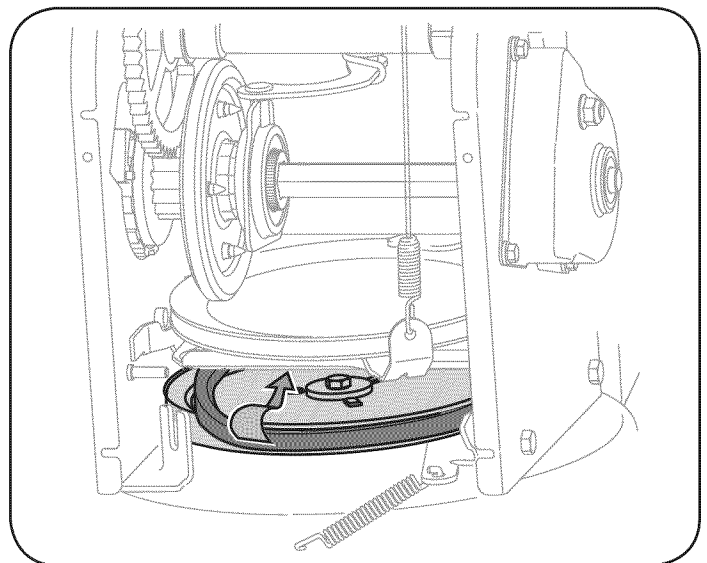

Figura 32
7. Retire la correa de alrededor de la polea de la barrena y deslice la misma entre la ménsula de soporte y la polea de la barrena. Vea la figura 32.